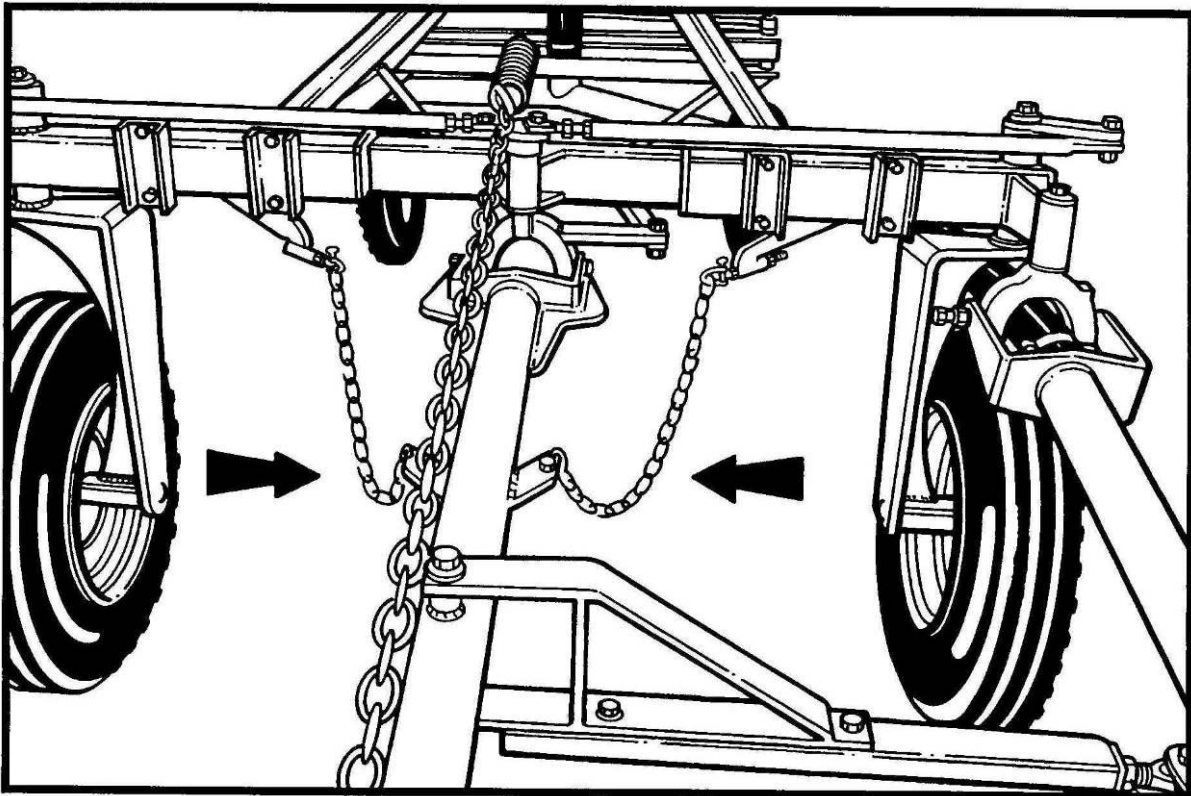

Abb.17
- 10) Kontrollieren, ob die Anschlagketten (Abb. 17) richtig eingestellt und an bei den Deichseln der gleichen Spannung ausgesetzt sind.